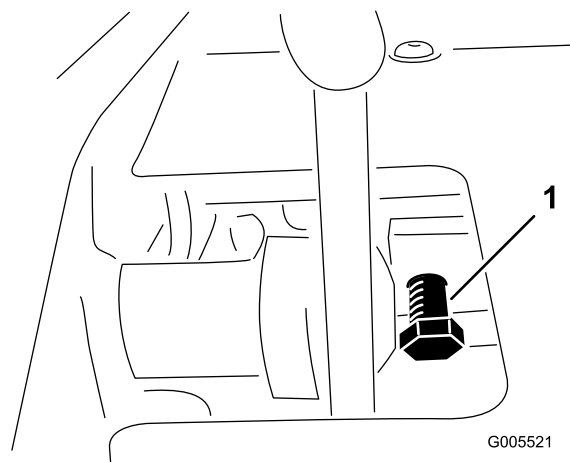

Figura 55
1. Afloje la contratuerca del perno de bloqueo del pedal (Figura 55).